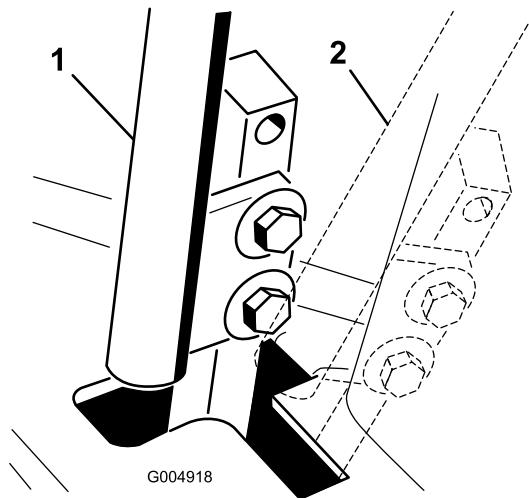

Figura 63
4. Desloque as alavancas para a posição neutra mas **não bloqueada** (Figura 63).
6. Verifique onde é que a alavanca de controlo está relativamente ao entalhe na consola (Figura 63). Deverá estar centrada permitindo que a alavanca rode para fora para a posição de bloqueada em ponto-morto.